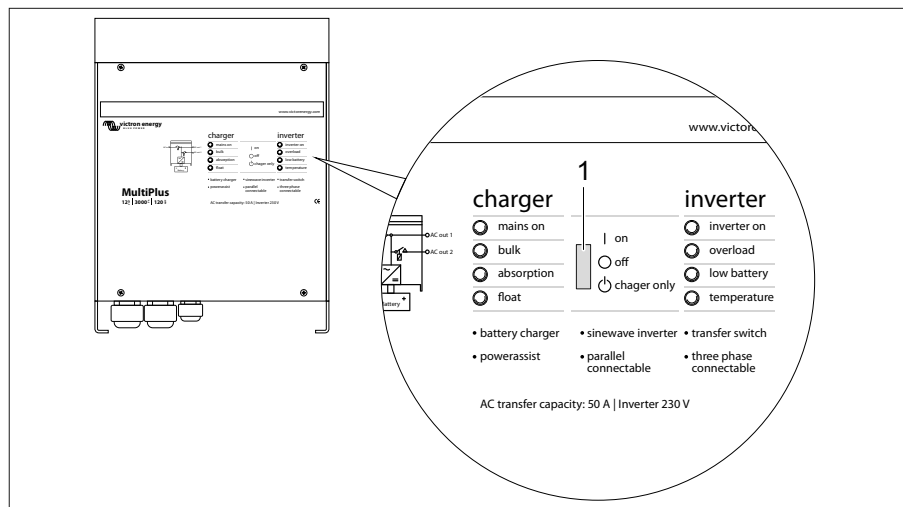

Bild 252 Växelskiftare MultiPlus
För korrekt funktion hos den Digital Multi Control-panelen måste vippknappen på växelskiftaren MultiPlus (Bild 252,1) stå i läge "on".
(Bild 252,1)*
- ▷ Om ingen 230 V-anslutning föreligger och fordonet inte längre används måste vippknappen (Bild 252, 1) stå i läge "off". Annars kan det hända att batterierna är tomma efter senast 3–4 dagar.